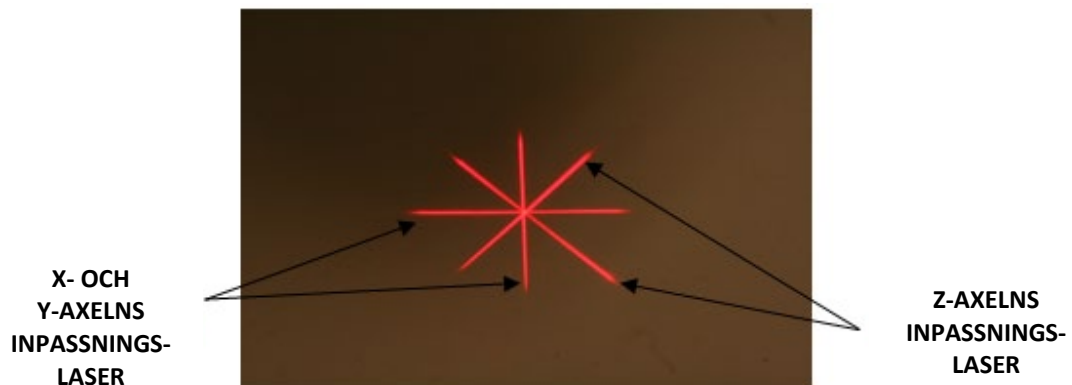

Bild 3-23. Inpassning av röda sikten – X- och Y-axlar samt Z-axel
- o KXL har två inpassningslasrar, vilket visas på bild 3-23.